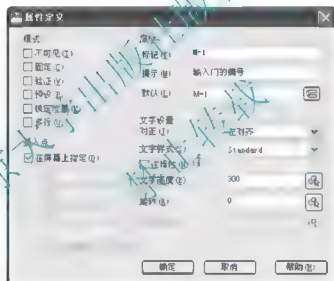

图 3.61 【属性定义】对话框
(1) 选择菜单栏中的【绘图】|【块】|【属性定义】命令,打开【属性定义】对话框。
(2) 如图 3.61 所示,设定【属性定义】对话框中的参数后单击【确定】按钮,关闭对话框,此时 M-1 的左下角点附着到光标处,这是因为设定【文字设置】选项区中的【对正】类型为左对齐。
注意:在步骤(6)中命令行出现的“输入门的编号 <M-1>:”是图 3.61 中自己设定的提